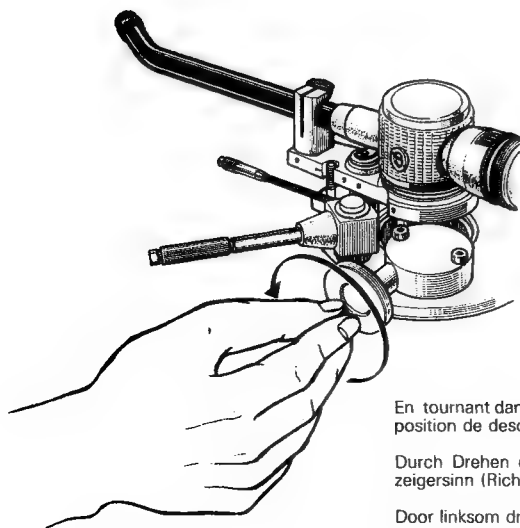

Fig. 12
3. Régler la molette qui commande la hauteur du bras de manière que le bras soit parallèle au plateau lorsque la pointe est sur le disque. (Figs. 12 ~ 13)
3. Stel de toonarmhoogte-instelhendel zodanig in, dat de toonarm parallel staat met het plateau als de naald zich op de plaat bevindt. (Figs. 12 ~ 13)
3. Ställ in spaken för tonarmens höjjustering så att tonarmen är parallell med skivtallriken när nålspetsen ligger på skivan. (Figs. 12 ~ 13)